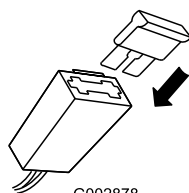

Figura 10
3. Inserite il fusibile nel portafusibili (Figura 10).